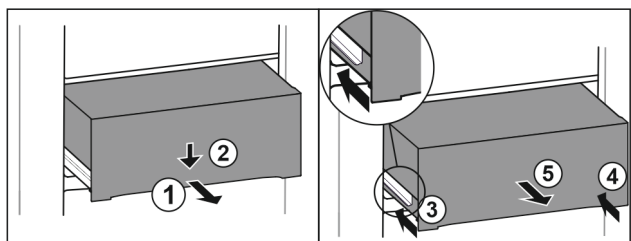

Fig. 221
- ▶ Wyciągnąć szufladę do połowy. Fig. 221 (1)
- ▶ Popchnąć szufladę z przodu w dół. Fig. 221 (2)
- ▶ Wsunąć lewą szynę o ok. 2 cm. Fig. 221 (3)
- ▶ Wsunąć prawą szynę o ok. 2 cm. Fig. 221 (4)
- ▶ Wyjąć szufladę do przodu. Fig. 221 (5)